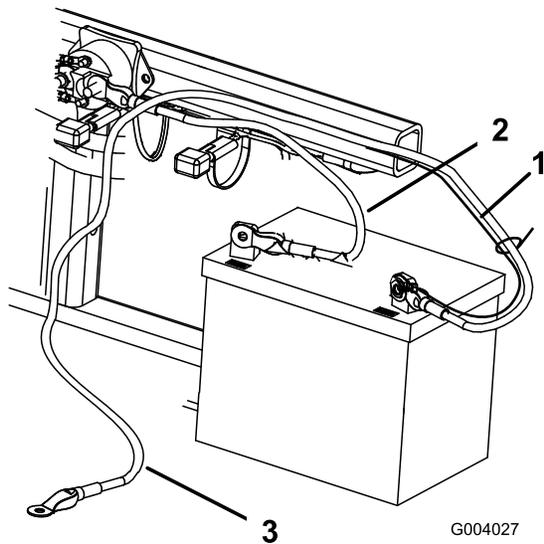

図 5
2. ボルト1/4 x 5/8 インチとロックナットで、赤いプラス+ケーブルをバッテリーのプラス+端子に固定する 図 5。
3. ボルト1/4 x 5/8 インチとロックナット1/4 インチで、細い黒ワイヤと黒いマイナスケーブルをバッテリーのマイナス端子に固定する 図 5。